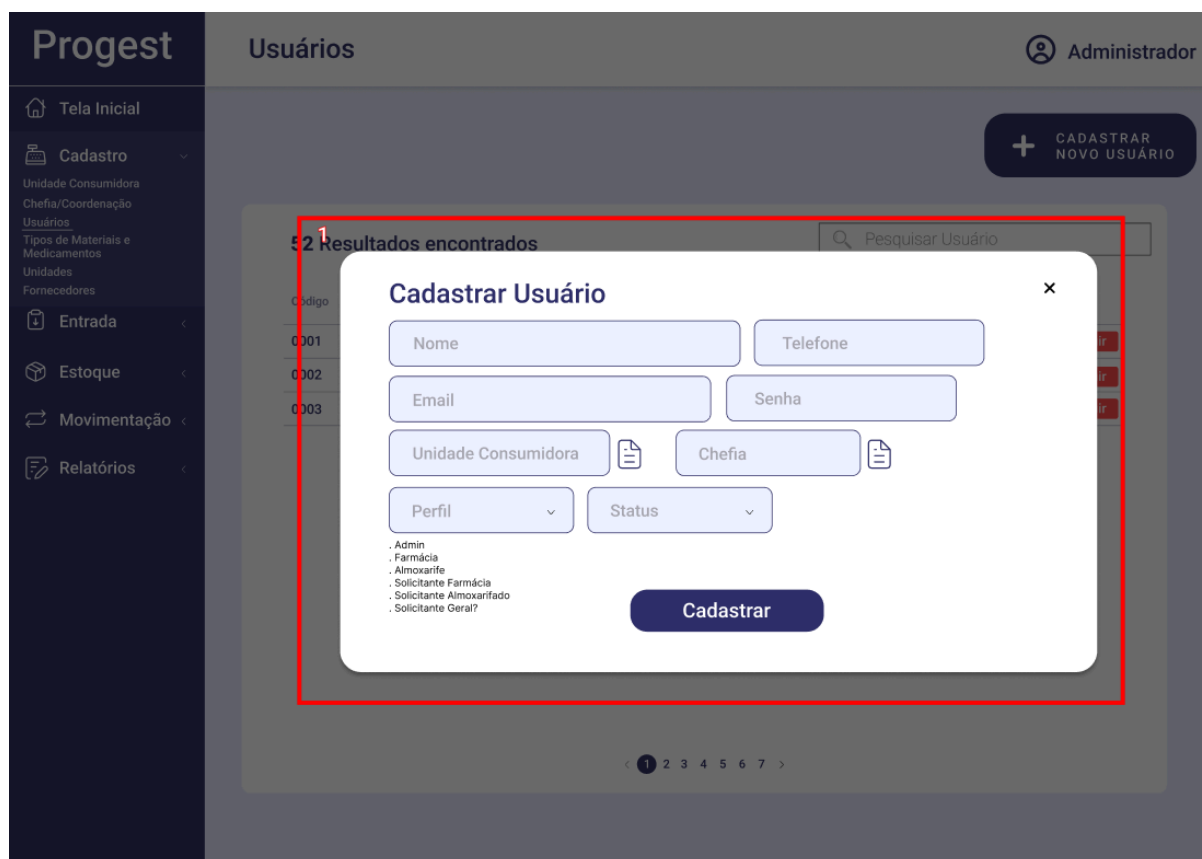

Figura 8: Tela de cadastro de usuários
- **Listagem e Pesquisa:** A área central **(2)** exibe uma lista de todos os usuários cadastrados, com colunas para Código, Nome, Status, Email e Unidade Consumidora. Para encontrar um usuário específico, utilize a barra de **"Pesquisar Usuário" (3)**.
- **Adicionar Novo Usuário:** Para incluir um novo usuário no sistema, clique no botão **" + NOVO USUÁRIO" (1)**. Ao fazer isso, uma janela (Figura 8) será aberta para o preenchimento dos seguintes dados: